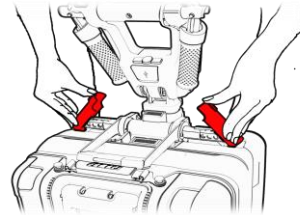

Figure 57
4. Schließen Sie die beiden Trennungshebel, bis sie klicken (siehe Abbildung 57).